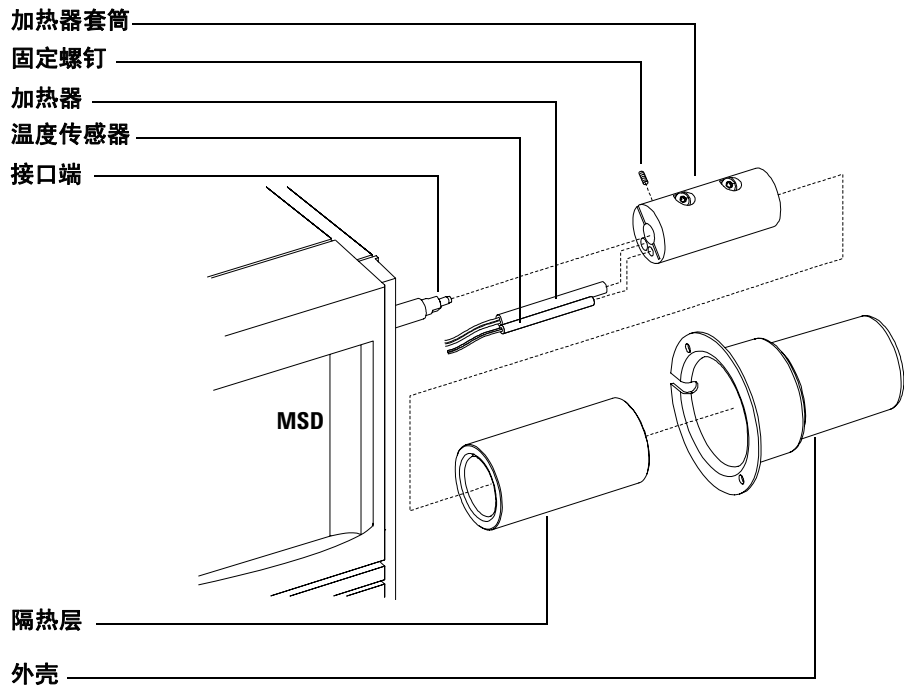

图 44 更换 GC/MSD 接口加热器和传感器
GC/MSD 接口中的加热器筒很少发生故障。一旦发生故障，则需更换加热器和传感器。本节包含取出并安装新的加热器和传感器的步骤。请参阅图 44。
- 5 将隔热罩从 GC/MSD 接口中滑出（图 44）。
- 1 将新的加热器和温度传感器滑入加热器套筒中（图 44）。